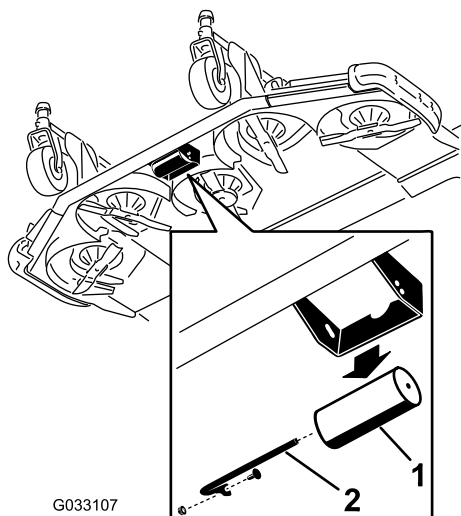

Figure 26
1. Retirez l'axe du galet, la vis et l'écrou qui fixent le galet au support du plateau de coupe (Figure 26).